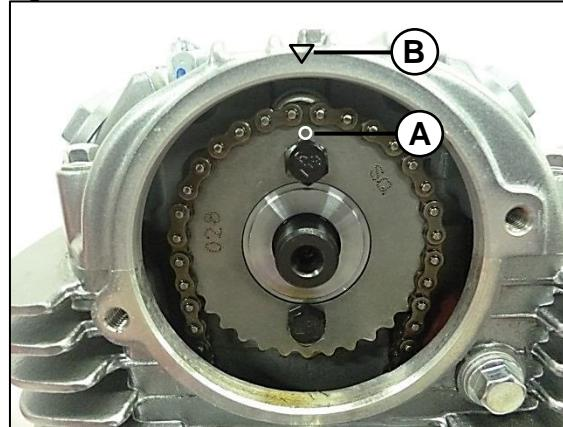

Fig. 03
Verificar la marca del piñón del árbol de levas (A) con la marca de la tapa culatin (B) para asegurarse que el motor se encuentra en tiempo mecánico. **Fig. 03**